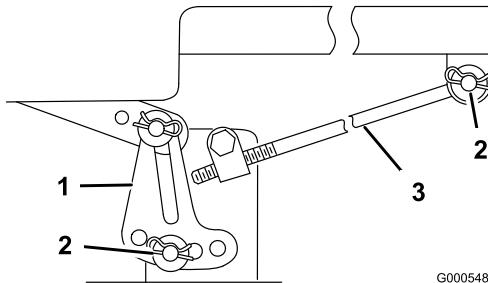

Figura 49
Nota: Prima di togliere il tosaerba prendete nota dei fori utilizzati nelle staffe di livellamento (Figura 49).
- Togliete la coppiglia e la rondella dall'asta di regolazione (Figura 49) da ciascun lato del tosaerba.
- Togliete la coppiglia e la rondella dalle staffe di livellamento del tosaerba (Figura 49) da ciascun lato del tosaerba. Prendete nota del foro in cui è montata la staffa di livellamento, per il futuro montaggio. Estraete le staffe dal perno di montaggio.
- Attaccate l'asta di regolazione alla macchina, utilizzando la rondella e la coppiglia (Figura 49), su ciascun lato del tosaerba.
- Fate scorrete le staffe di livellamento sui perni di montaggio, e fissatele con le rondelle e le coppiglie (Figura 49).